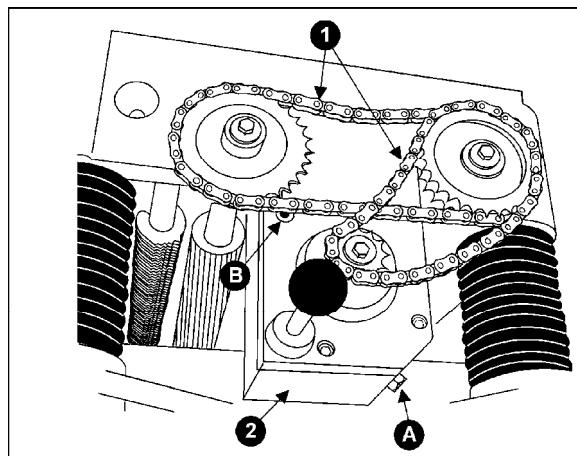

Рис. 33
1. Открутите сливную пробку (A, Рис. 33) при помощи ключа 14 мм и крышку заливной горловины (B, Рис. 33). Слейте грязное масло.
2. Затяните сливную пробку (A, Рис. 33).
3. Залейте через отверстие чистое масло (B, Рис. 33).
4. Затяните крышку заливной горловины (B, Рис. 33).